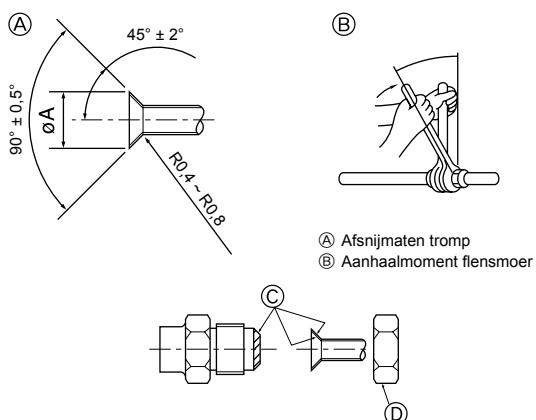

Fig. 4-1
- Doe een dun laagje koelmachineolie op de leiding en het aansluitingsoppervlak voordat u de "flare"-moer vastdraait. (A) (Fig. 4-1)
- Draai met gebruik van twee pijptangen de aansluitende leidingen vast. (B) (Fig. 4-1)
- Breng koelolie aan op de aansluitingsoppervlakken. (C) (Fig. 4-1)
- Gebruik de flensmoeren voor de volgende pijpafmetingen. (D) (Fig. 4-1)
(A) (Fig. 4-1)
(B) (Fig. 4-1)